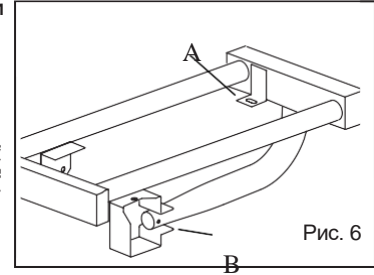

Рис. 6
**Жарочная поверхность плиты:** Ослабьте крепежные винты и отсоедините разъем питания (рис. 6/A+B).